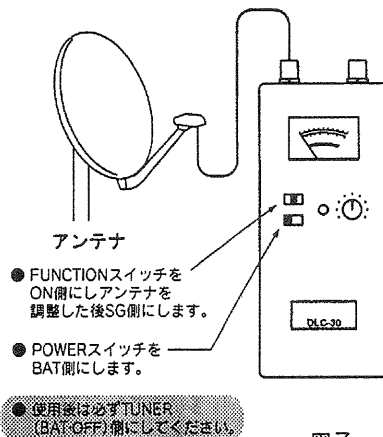
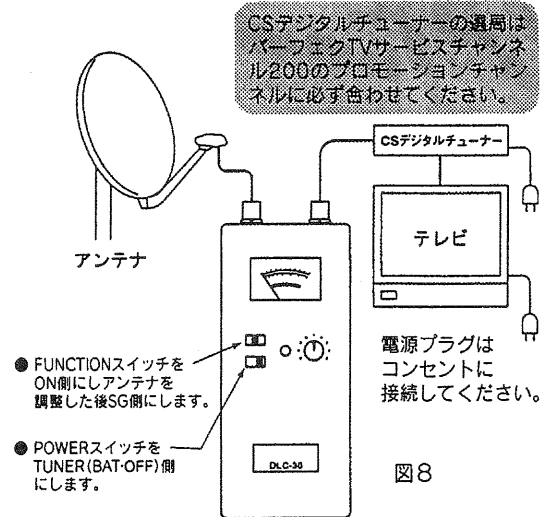

図7
図8
- (1) 内蔵乾電池で動作させる場合は、図7のようにBS/CSレベルインジケータの **FUNCTIONスイッチをONにしPOWERスイッチをBAT** 側にしてください。CSデジタルチューナーからの電源で動作させる場合は、図8のようにBS/CSレベルインジケータの **FUNCTIONスイッチをONにしPOWERスイッチをTUNER (BAT-OFF)** 側にしてください。CSデジタルチューナーの選局は **パーフェクTVサービスチャンネル200のプロモーションチャンネル** に必ず合わせてください。
- (2) スカパーフェクTV受信用デュアルアンテナの取扱説明書を参考にアンテナの仰角・方位角及び偏波角を仮設定します。(方位磁石があると便利です。)